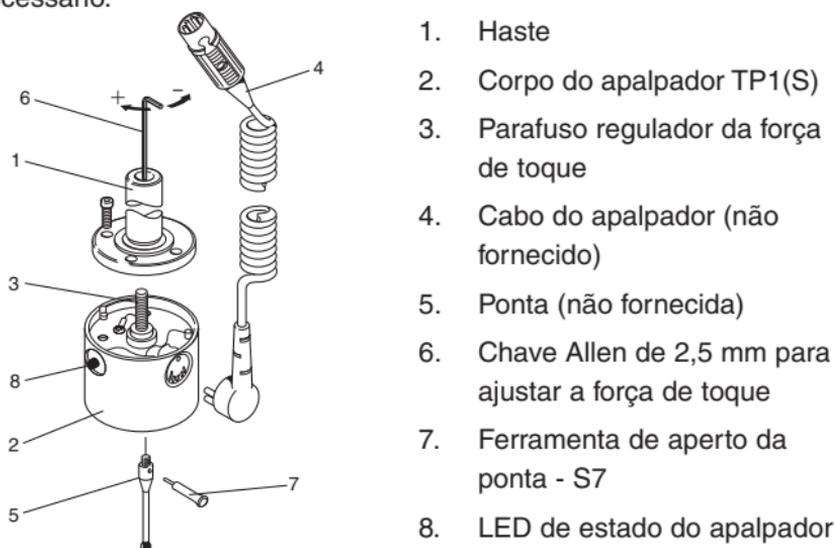

Figura 2 – Apalpador de toque TP1(S)
O apalpador de toque TP1(S) ilustrado na Figura 2 é um apalpador robusto montado numa haste com uma folga considerável nos eixos de contato, que é aconselhado em particular para MMCs manuais. Trata-se de uma construção selada, isenta de qualquer manutenção, por forma a proporcionar uma longa vida útil.